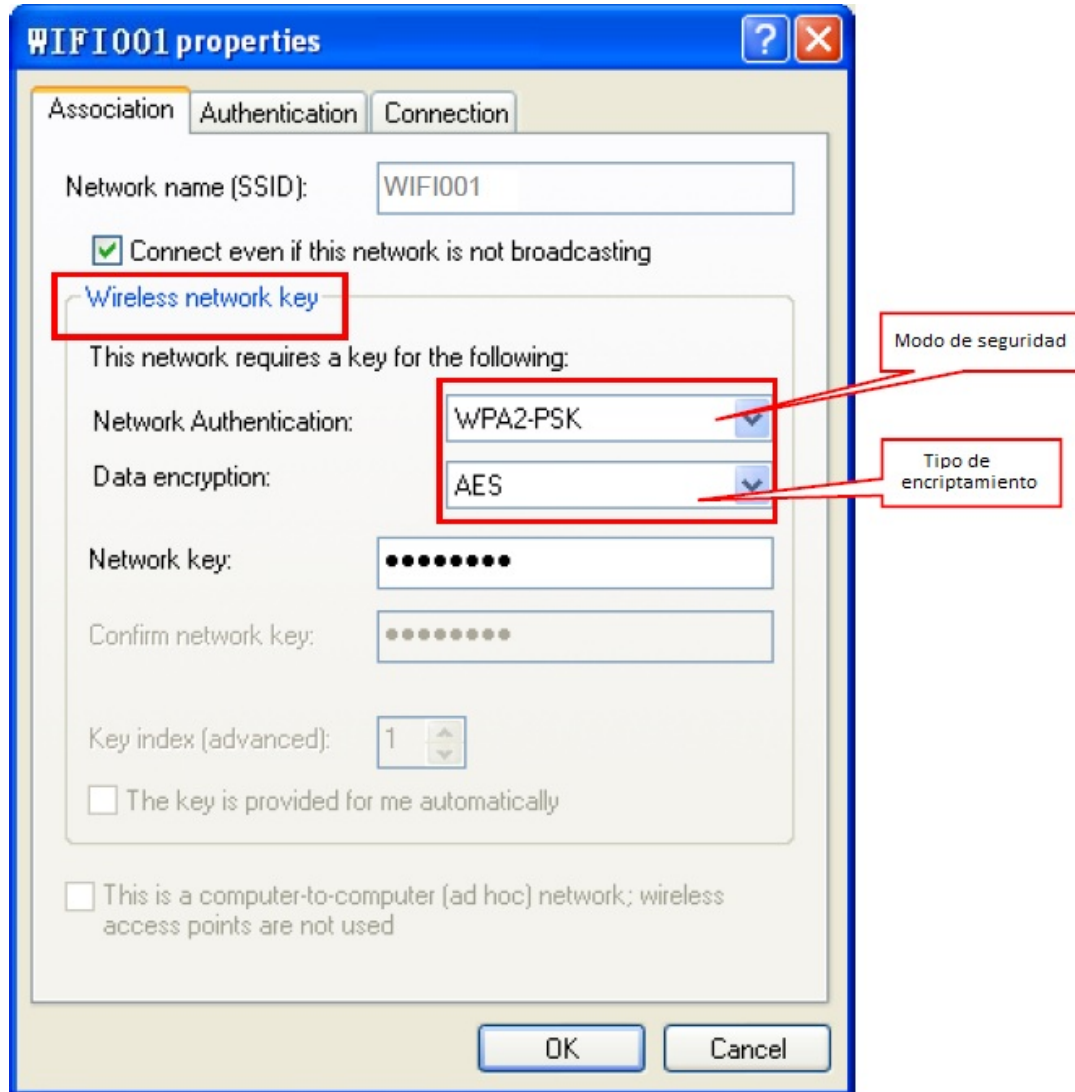

Figura 12
- ⑤ Cuando aparezca la ventana “Properties”, encuentre el modo de seguridad y el tipo de cifrado en “Wireless network key” (como se muestra en la Figura 12).